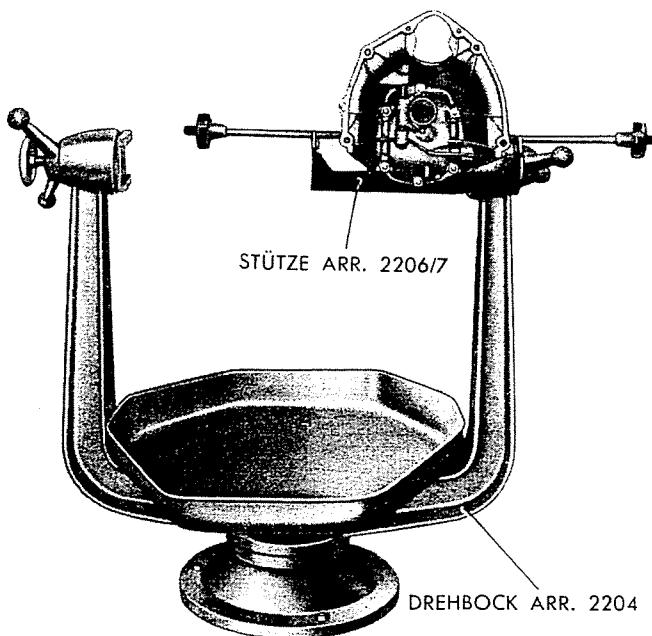

Abb. 171 - Wechsel- und Ausgleichgetriebe auf dem Drehbock.
- Getriebe mit Hilfe der Stütze Arr. 2206/7 auf den Drehbock Arr. 2204 befestigen (Abb. 171);